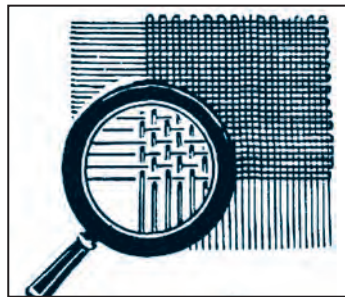

Рис. 23. Продольные (натянутая основа ткани) и поперечные (утки ткани) нити.
4. Продольная нить тканей бывает тоньше и глаже, а поперечная нить толще и пушистее. Они хорошо видны через лупу (рис. 23).